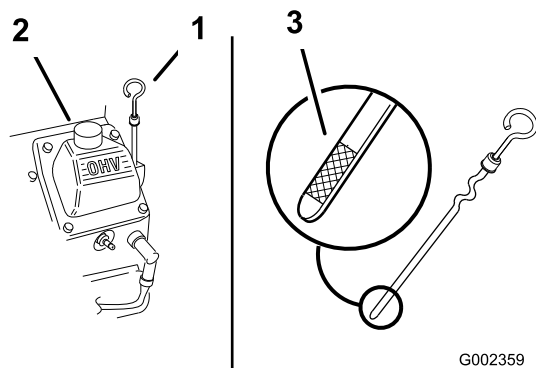

Figure 37
4. Nettoyez la surface autour de la jauge d'huile (Figure 37) pour éviter que des impuretés ne s'introduisent dans le goulot de remplissage, ce qui risquerait d'endommager le moteur.
5. Retirez la jauge d'huile et essuyez soigneusement son extrémité (Figure 37).
6. Remettez la jauge au fond du tube de remplissage, mais sans la visser (Figure 37).
7. Versez avec précaution environ 80% de la quantité d'huile spécifiée dans le goulot de remplissage (Figure 37)